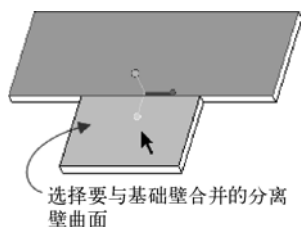

图 1-179 选择要与基础壁合并的分离壁曲面
(4) 选择要与基础壁合并的分离壁曲面，如图 1-179 所示，接着在菜单管理器的“特征参考”菜单中选择“完成参考”命令。